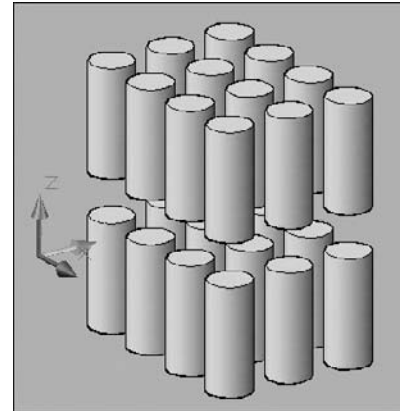

Fig.20.37
- 1 Exécutez la commande de copie en réseau à l'aide de l'une des méthodes suivantes (fig.20.37) :